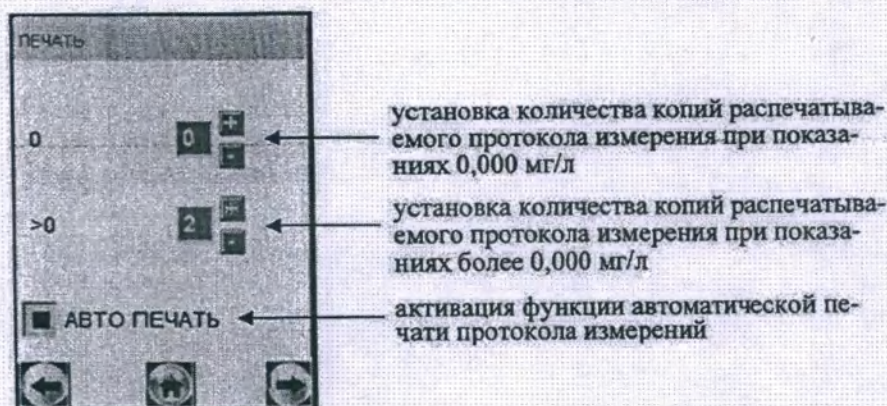

Рисунок 9 – Настройки печати
Имеется возможность устанавливать различное количество копий распечатываемого протокола измерения для двух случаев: при показаниях 0,000 мг/л, и при показаниях более 0,000 мг/л (рисунок 9).
2.5.7.3 Перейдите в меню «Установки пользователя» (согласно 2.5.4 настоящего РЭ), далее нажмите на кнопку «ПЕЧАТЬ» (рисунок 7), на экране появится окно «ПЕЧАТЬ» (рисунок 9).
Для того чтобы печать протокола измерений в заданном количестве копий производилась автоматически после предъявления результата измерения на экране, следует активировать функцию автоматической печати, нажав на квадратик «АВТО ПЕЧАТЬ» (рисунок 9).